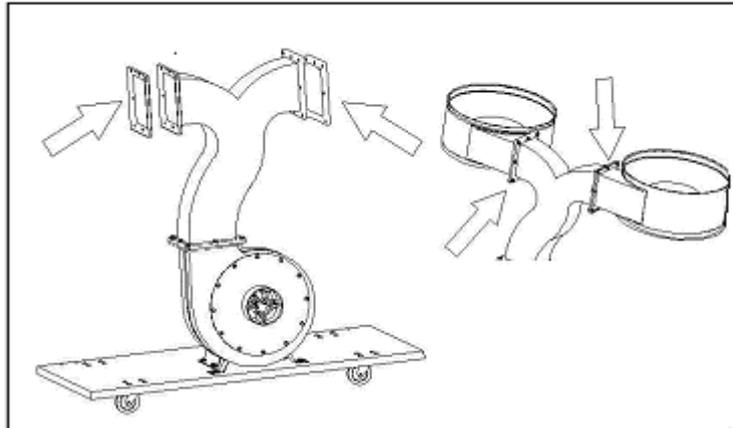

Fig. 5
Ensuite posez les deux collecteurs (C) et les deux garnitures d'étanchéité (I) sur la sortie comme indiqué à la Fig. 5.